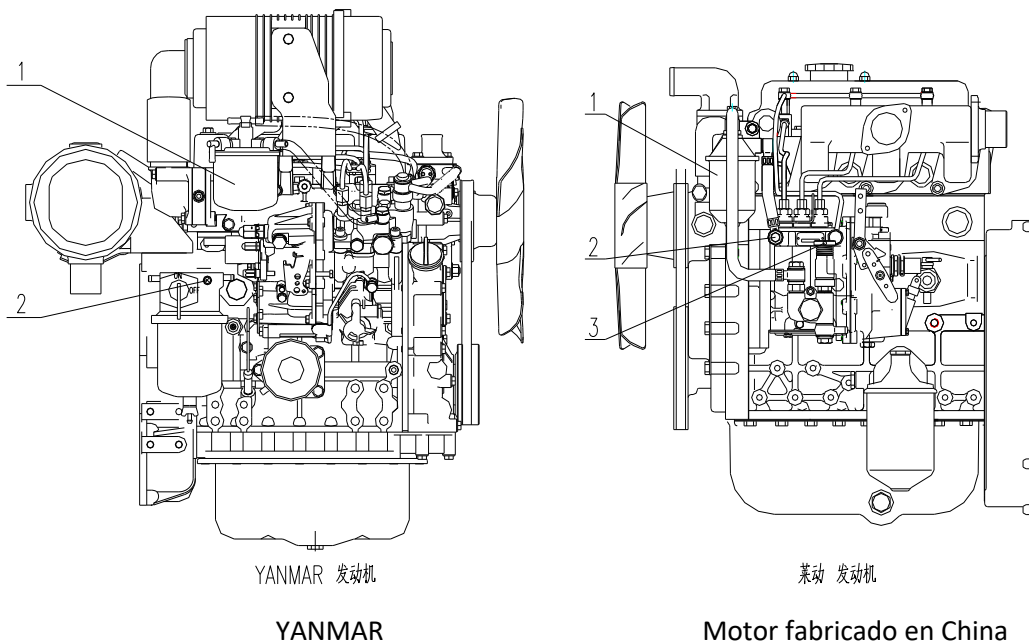

ILUSTRACIÓN 12: CIRCUITO DE COMBUSTIBLE DEL MOTOR KT17D PRO
Siga el procedimiento siguiente (Ilustración 12):
- Motor de importación fabricado en Japón: YANMAR (ver ilustración 12)
2. Afloje la válvula de descarga de aire (2)
- Motor fabricado en China (Ilustración 12)
2. Afloje la válvula de descarga de aire (2) y abra la palanca (3) de la bomba de transferencia de combustible. Deje que la bomba de transferencia de combustible funcione durante un rato para que todo el aire salga del circuito de combustible por la válvula (2). Vuelva a ajustar la válvula de descarga de aire (3).